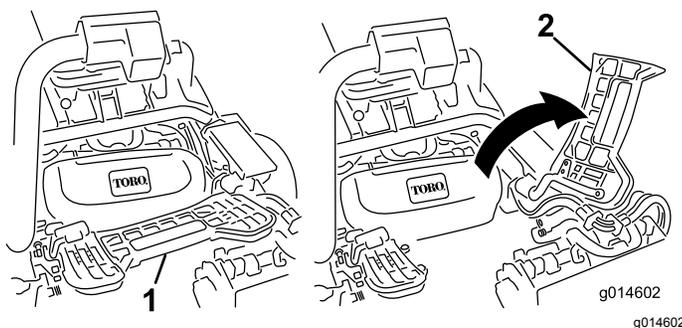

Figura 31
1. Sollevate il poggiapiedi e ruotatelo fino all'apertura, per consentire l'accesso alla posizione dell'apparato di taglio centrale. (Figura 31)